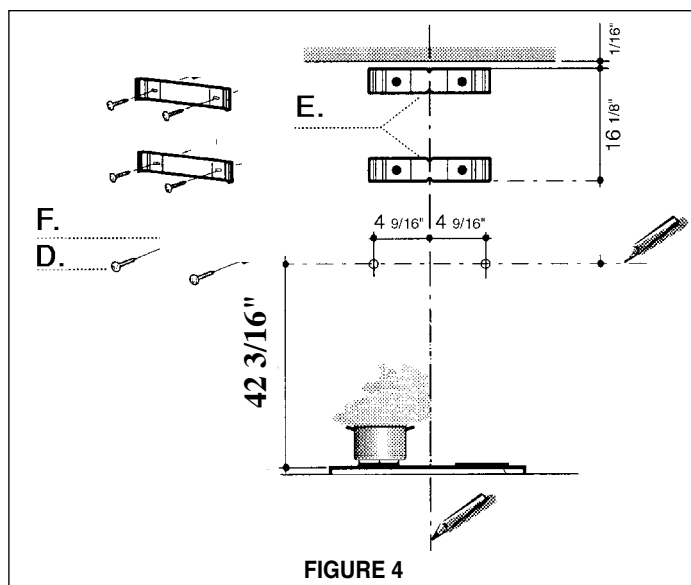

FIGURE 4
3. Marquer la ligne horizontale de la hauteur $42 \frac{3}{16}$ po à partir du contre-dessus (de la **FIGURE 4**). La hotte sera ainsi installée à approximativement 18" de la surface de cuisson (hauteur recommandée).
4. Poser la FIXATION DE CHEMINÉE (E) sur le mur $1/16$ po du plafond. Aligner son centre (découpe) sur la ligne verticale de repère. Marquer les centres des trous de la FIXATION DE CHEMINÉE.
5. Poser l'autre FIXATION DE CHEMINÉE (E) sur le mur $16 \frac{1}{8}$ po sous la fixation de cheminée supérieure. Aligner son centre (découpe) sur la ligne verticale de repère. Marquer les centres des trous de la FIXATION DE CHEMINÉE.
6. Installer les FIXATIONS DE CHEMINÉE (E) au mur en utilisant les VIS DE FIXATIONS (D) fournies.
7. Les VIS DE FIXATIONS (D) pour la HOTTE (A de la **FIGURE 1**) doivent être insérées dans du bois solide. Marquer le mur sur la ligne horizontale $4 \frac{9}{16}$ po de la ligne centrale sur le mur où la hotte sera installée (de la **FIGURE 4**) et installer les VIS DE FIXATIONS au mur. Ne pas installer complètement les VIS DE FIXATIONS au mur, en laisser un espace de $1/4$ po entre le mur et la tête de la vis.